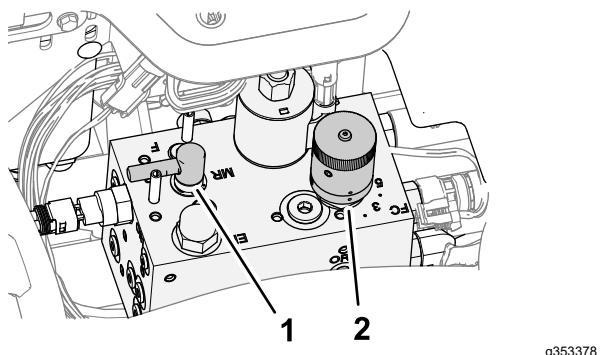

Figura 94
4. Mueva la palanca de autoafilado a la posición R (autoafilado) (Figura 94).